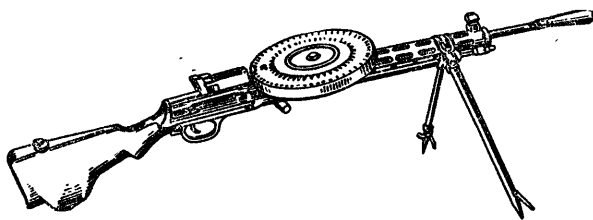

Рис. 1. Общий вид ручного пулемета
1. Ручной пулемет ДП (рис. 1) является основным автоматическим оружием стрелкового отделения. Его боевое назначение — уничтожать открытые и маскированные групповые и важные одиночные живые цели на дистанциях до 800 м и поражать штурмующие самолеты и парашютистов на дальностях до 500 м.